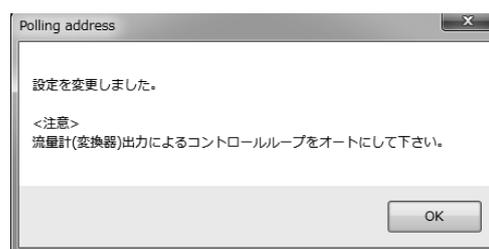

図103
④ 設定値が変更されるとメッセージボックス(図103)が表示されますので、「OK」ボタンをクリックすると設定は終了となります。